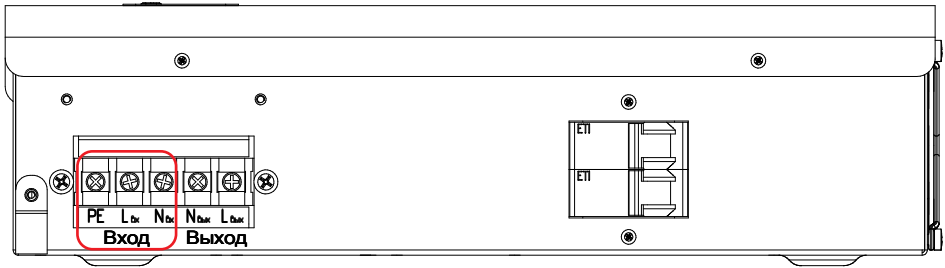

Рисунок 30. Стабилизатор Штиль IS5000. Выводы «Вход PE-L-N»
- у моделей IS5000, IS7000 с помощью выводов «Вход PE-L-N» (**рисунок 30 и 31**);